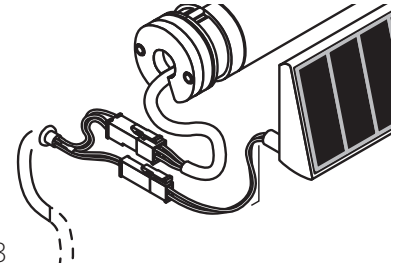

Fig. 3
2.3. Fijación del panel (Fig. 3).